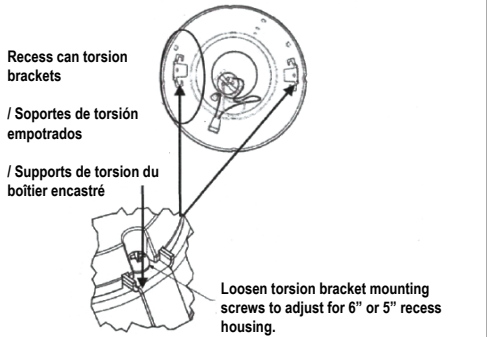

Figure 1 / Figura 1
2. Loosen (2) Torsion Bracket mounting screws on top of module (Figure 1) to adjust brackets and torsion springs to fit and align with either a 6" or 5" recess housing bracket-clips in ceiling.
2. Desserrer les vis de fixation (2) du support de torsion sur le dessus du module (Figure 1) pour régler les supports et les ressorts de torsion afin qu'ils s'adaptent et s'alignent avec les pinces de supports du boîtier encastré de 5 ou 6 po.